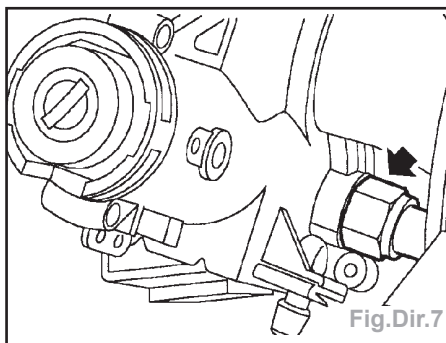

Fig.Dir.7
- Desserrer le raccord union et débrancher le câble d'interverrouillage de clef de l'antivol de direction (Fig.Dir.7).